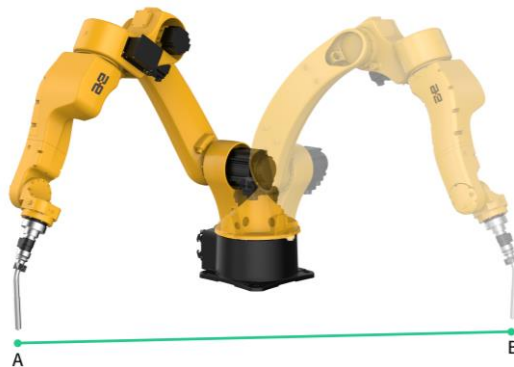

图 4-7 机器人的运动轨迹（直线 AB）
**说明** 以实现图 4-7 中机器人的运动轨迹（即机器人末端从 A 点直线运动到 B 点）为例，其中，A、B 两点均为操作机行程范围内的任意一点，要预先考虑好避让机器人的运动轨迹，并确定该路线不受干涉，且务必确保周围没有任何干扰物。
双击打开新建的“new\_file”程序文件，弹出如图 4-10 所示的程序编辑界面，在该界面内，可以编辑图 4-7 中使机器人末端从 A 点直线运动到 B 点运动轨迹的程序。